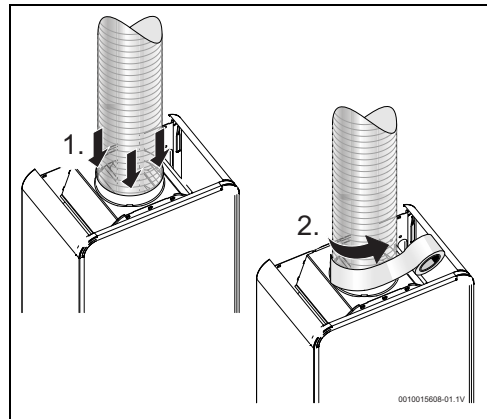

Fig. 13
- être insérée à l'intérieur de la bague de la cheminée (→ dimension de la bague dans le Tabl. 4), sans espace libre, et reposer sur les raccords. En présence d'un espace libre, le raccordement doit être étanchéifié à l'aide du matériau adapté (Fig. 13),